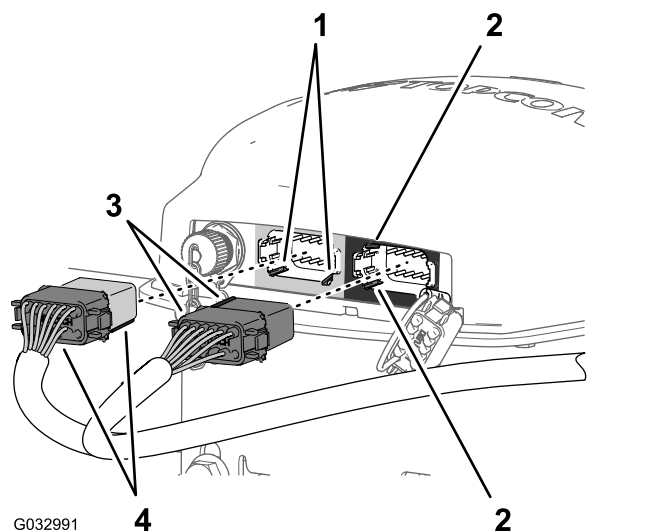

Рисунок 167
3. Совместите два выступа для совмещения на длинной лицевой стороне черно-серого 12-гнездового разъема жгута проводов передачи данных с двумя ответными пазами в нижней горизонтальной стенке левого (серого) 12-штыревого разъема навигационного приемника (Рисунок 167).
4. Соедините черно-серый 12-гнездовой разъем жгута проводов передачи данных с левым (серым) 12-штыревым разъемом навигационного приемника так, чтобы разъемы надежно зафиксировались со щелчком (Рисунок 167).
5. Совместите два выступа для совмещения на короткой стороне черного 12-гнездового разъема жгута проводов передачи данных с двумя ответными пазами в левой вертикальной стенке правого (черного) 12-штыревого разъема навигационного приемника (Рисунок 167).
6. Соедините чисто черный 12-гнездовой разъем жгута проводов передачи данных с левым (черным) 12-штыревым разъемом навигационного приемника так, чтобы разъемы надежно зафиксировались со щелчком (Рисунок 167).